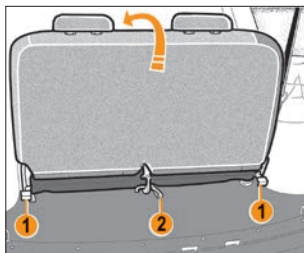

Рис. 2.3.2. Складывание сиденья третьего ряда (в варианном исполнении)
В варианном исполнении спинка сиденья третьего ряда складывается целиком (рис. 2.3.2) либо по частям (рис. 2.3.3) в соотношении 50/50.
- потяните за ручки **1** (см. рис. 2.3.2, 2.3.3) и сложите спинку сиденья;